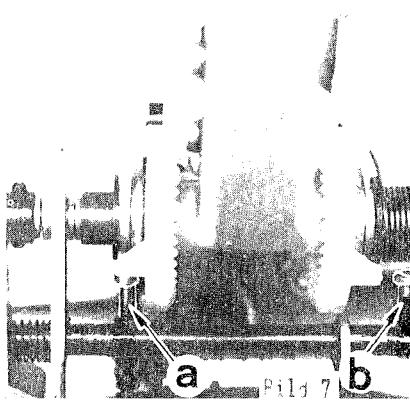

Bild 7
Greifarm, Spielstellung: Die Ebene des Greifarms muß mit der Ebene der Schallplatte auf dem Plattenteller hinreichend übereinstimmen, sowohl in der A-, wie in der B-Seiten-Spielstellung. Eine Korrektur ist mit der Stoppsschraube -a-, Bild 7, für die A-Seiten-Stellung bzw. mit der Stoppsschraube -b- für die B-Seiten-Stellung möglich. Dreht der Arm zu weit (der Rücken des Arms liegt dann tiefer als die Ebene der Schallplatte), so ist die Schraube höher zu setzen, dreht der Arm nicht weit genug, so ist sie tiefer zu setzen.
Gripper Arm Play Position: The plane of the arm in both A- and B-side play position is nearly parallel & level with the plane of the record on the turntable. For a correction adjust screw -a-, Bild 7, for the A-side position or screw -b- for the B-side position. If the arm turns too far (arm's back is below record level), the stop screw has to be raised (unscrewed for correction, or has to be lowered if the arm doesn't swing deep enough).
Le bras doit être alors en position horizontale que ce soit pour la face A que pour la face B. Une correction peut se faire par la vis de bloquage -a- fig.7 pour la face A et par la vis -b- pour le réglage face B. Si la pince descend plus bas que le plan du disque, c'est que la vis est trop haute, si la pince ne tourne pas suffisamment, c'est que la vis est trop enfoncée.
4. die Umlenkrolle in B-Seiten-Spielstellung noch etwas axiales Spiel hat, die Kontermutter der B-Seiten-Stoppschraube (-b-, Bild 7) also noch nicht am Magnetwinkel anliegt (sonst reiben Stufenwinkel und Steuerscheibe zu hart aneinander).